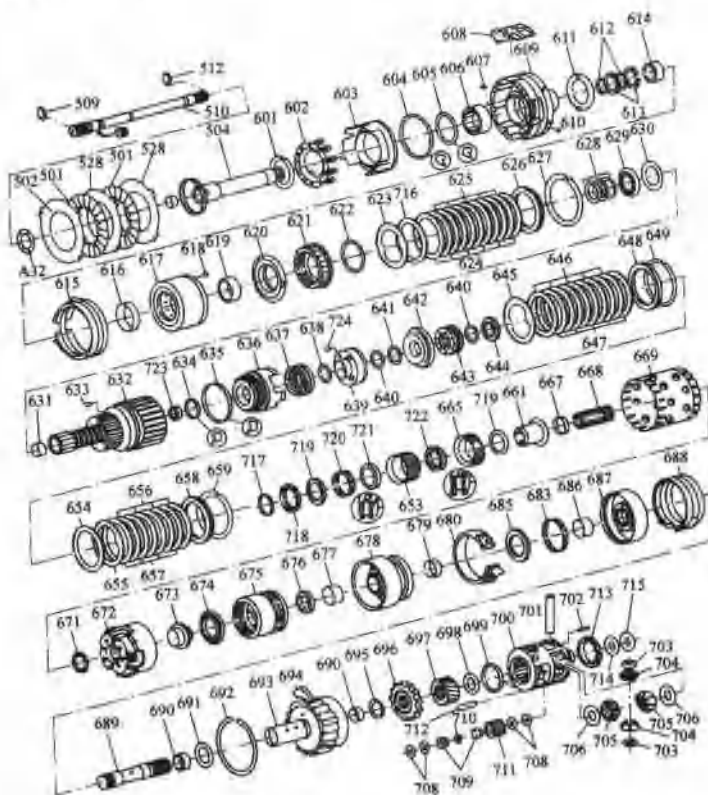
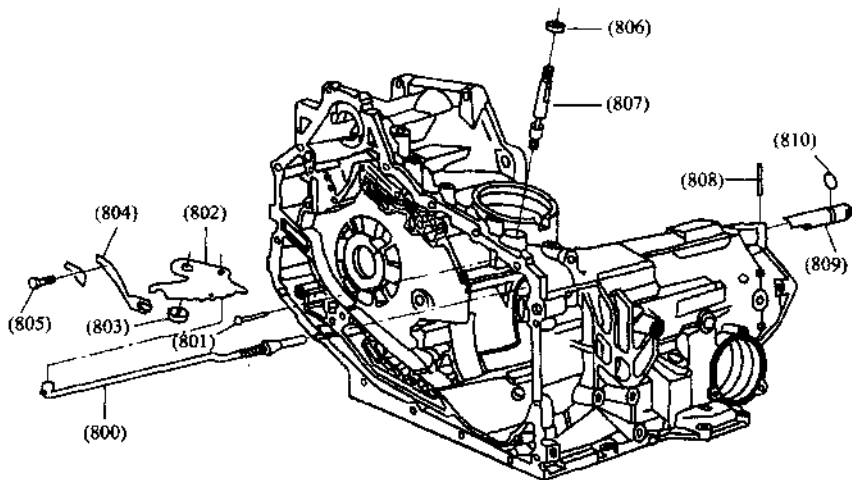

图 4.61 行星齿轮机构的构造
图 4.63 手动换挡轴和驻车系统的拆卸
具体结构如图 4.61 所示。
(1) 行星齿轮机构的拆卸。
如图 4.61 所示, 在拆下 4 挡离合器底板 (502)、纤维板总成 (501)、钢片 (528) 和从
如图4.61和图4.63所示,从手动换挡锁止杆(802)上拆下手动阀传动机构。从手动换挡轴(807)上旋下螺母(803),拆下手动换挡锁止杆(802)。再从手动换挡锁止杆(802)上拆下驻车棘爪执行器(800)。使用侧剪钳拆下执行器导杆密封圈(801),切勿剪断销子。当拆卸销子时,用一块木块或橡胶垫在侧剪钳的下面以保护变速器壳体。使倒挡制动带伺服缸孔朝上放置,将手动换挡轴拉出变速驱动桥壳体。用小一字旋具从变速驱动桥壳体上撬出手动换挡轴密封圈。拆下驻车棘爪执行器导杆销(808)。从变速驱动桥壳体上拆下驻车棘爪执行器导杆。从导杆上拆下执行器导杆密封圈(801)。